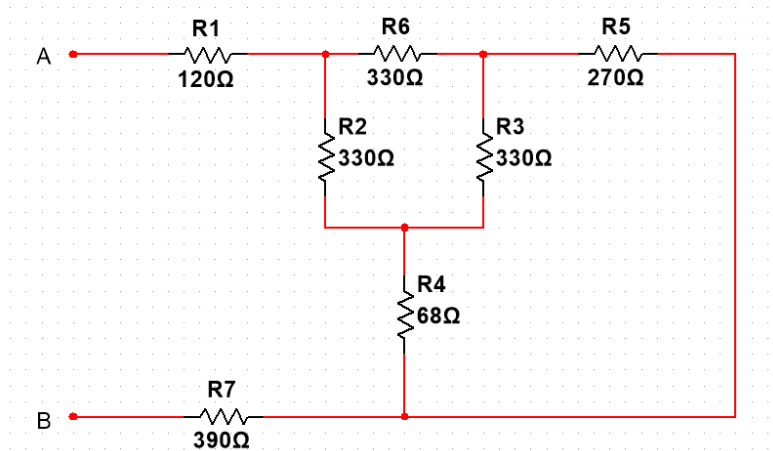

Figura 3. Circuito mixto
- Calcule la resistencia equivalente R_{AB} en el circuito de la figura 3.
- Use TinkerCAD y Multisim para simular el circuito de la figura 3.
- Use el protoboard para realizar el montaje del circuito de la figura 3.